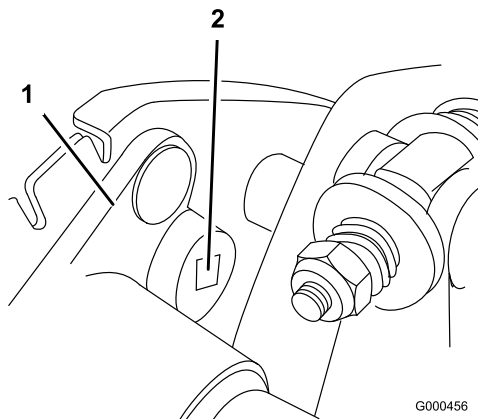

Figura 33
- B. Con una chiave torsiometrica da 3/8 poll. girate la sede del cuscinetto ad una coppia di 4–4,5 Nm per impostare la tensione della cinghia (Figura 33)